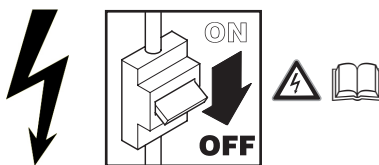

fig. 3
- Den elektrischen Anschluss Ihres Ventilators wie auf Seite 4 in fig. 3 angegeben vornehmen.